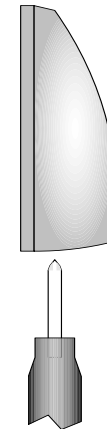

Рис. 6.1
1. Ослабьте винт в нижней части корпуса устройства, см. рис. 6.1.
- Установите переднюю крышку на место и закрепите ее винтом, см. рис. 6.1.